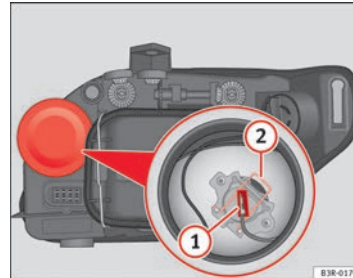

Abb. 195 Fernlicht
- Ziehen Sie den Stecker ⇒ Abb. 195 **1** von der Lampe ab.
- Die Haltefeder ⇒ Abb. 195 **2** durch Eindrücken und Rechtsdrehung abnehmen.